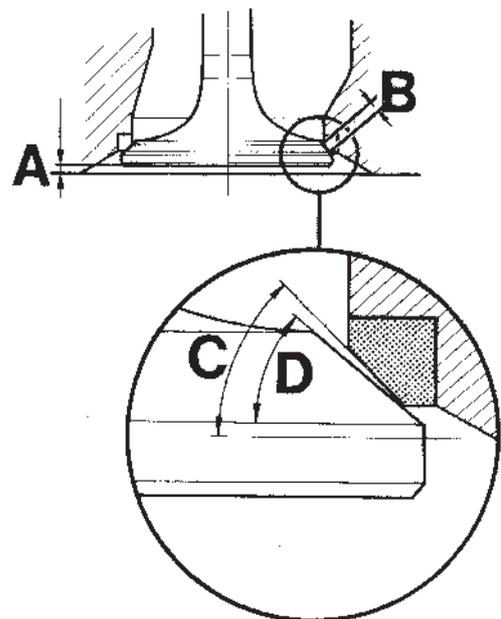

Fig. 36. Soupape et siège de soupape
3. Réalésér ou rectifier les sièges de soupapes (enlever le moins de matière possible, juste ce qui est nécessaire pour donner aux sièges la forme et la surface de contact requises). Les sièges de soupapes doivent être de 45 et 30°. ATTENTION : Si la cote « A » (figure 36) dépasse 1,5 mm, mesure effectuée avec une soupape neuve, le siège de soupape devra être remplacé.